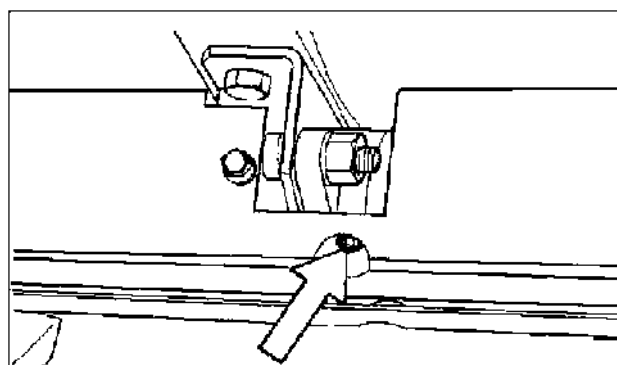

Рис. 7-41
- Третья точка: 1 пресс-масленка (рис. 7-41).
- Подшипник вала коробки передач в конфигурации с приводом на одну ось (рис. 7-41).